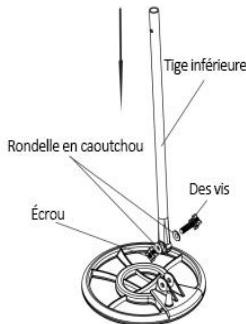

Fig.2
1.Détendez le bouton de verrouillage (Lock knob) sur le lien inférieur (lower stem) et retirez le boulon (bolt) .Installez le lien inférieur sur la sonde et verrouillez-le (Voir Fig.2). Notez que les rondelles en caoutchouc doivent être pressées correctement.